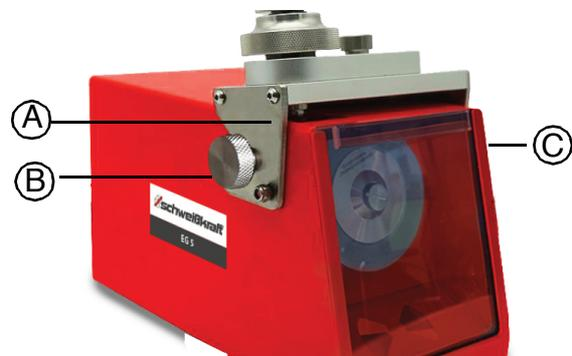

Abb. 4: Winkelverstellung des Drehkörpers
Schritt 1: Drehen Sie den Drehkörper (A), unter Bezugnahme der Winkelanzeige (C) auf die erforderliche Winkelposition. Stellen Sie den Schleifwinkel entsprechend der geforderten Schleifwirkung ein und ziehen Sie den Befestigungsknauf (B, Abb.4) auf beiden Seiten fest.